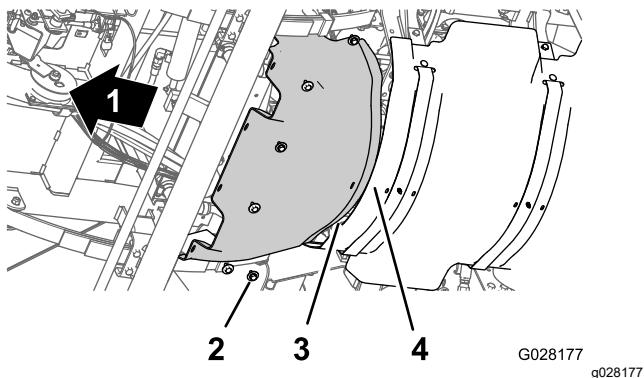

Figura 54
1. Alinhe a flange traseira da proteção térmica frontal por cima da flange dianteira da proteção térmica traseira (Figura 54).
2. Alinha os orifícios da proteção térmica frontal com os orifícios roscados no chassis (Figura 54).
3. Monte a proteção térmica frontal na máquina com os 6 parafusos de cabeça hexagonal e as 6 anilhas (Figura 54) que retirou no passo 3 de Remoção da proteção térmica dianteira \(página 49\).